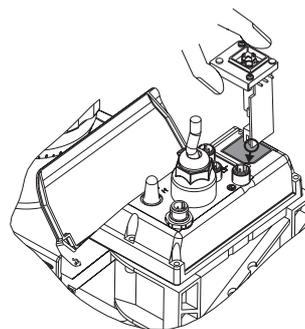

Fig. 18
- ▶ Saisissez la carte relais de la main gauche aux bords gauche et droit du couvercle du relais – (voir fig. 18).